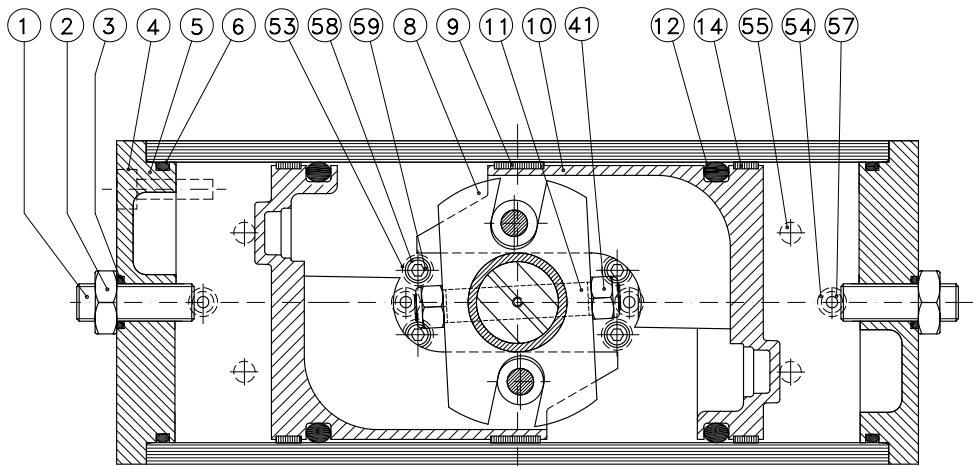
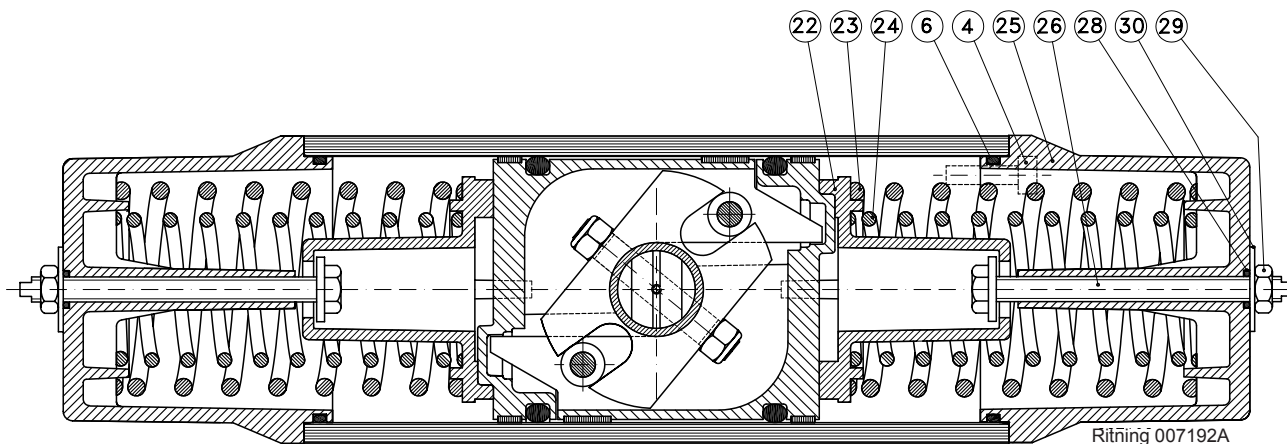

Fig. 1 RC88-DA-don. Övre cylinder från ovan
Fig. 4
RC donens Scotch Yoke har snedställda spår. Därigenom kan donens funktion förändras beroende på hur kolvarna monteras i donet. Kolvarna monteras enligt Fig 1 på sid 3, alternativt Fig 4, för att åstadkomma nedanstående funktioner.
Enligt Fig 1:
Enligt Fig 4:
4. Montera kolvarna enligt Fig. 4 på sid 3.